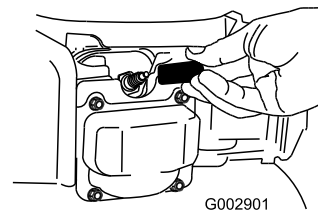

Figura 39
2. Desconecte el cable de la bujía (Figura 39).